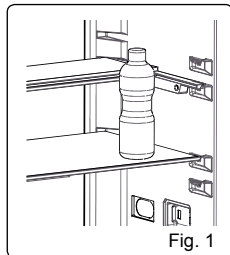

Fig. 1
- Trykk den for å dekke glasset. (Fig. 1)
- Trekk hyllen mot deg for å sette den i opprinnelig posisjon. (Fig. 1)